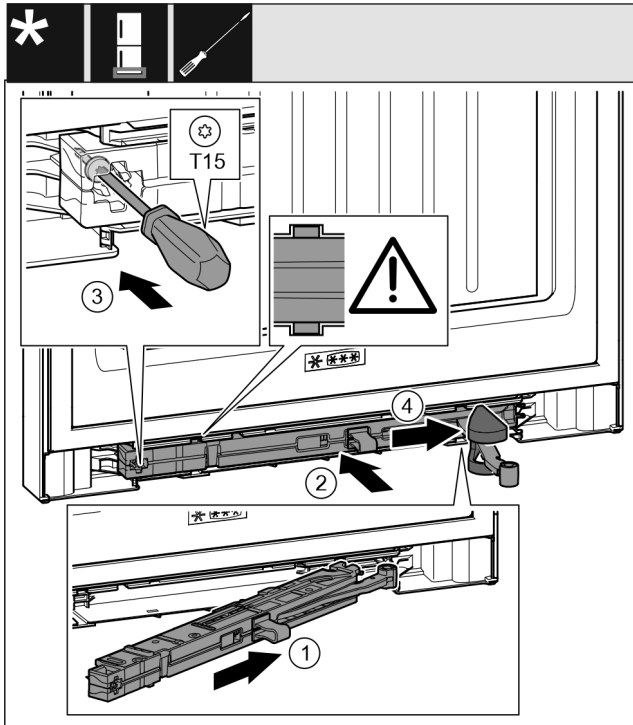

Fig. 40
- ▶ Schließdämpfereinheit Fig. 40 (1) auf der Lagerbockseite bis zum Anschlag schräg in die Aussparung schieben.
- ▶ Schließdämpfereinheit Fig. 40 (2) vollständig in Aussparung schieben.
- ▶ Schraube Fig. 40 (3) mit einem Schraubendreher festschrauben.
- ▶ Abdeckung Fig. 40 (4) über Gelenk schieben.